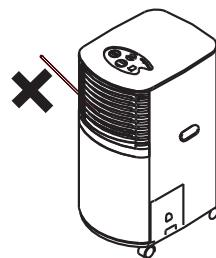

fig. 2
- Ne pas couvrir ni bloquer les plaques recouvrant les ouvertures d'aération de l'appareil (fig. 2).